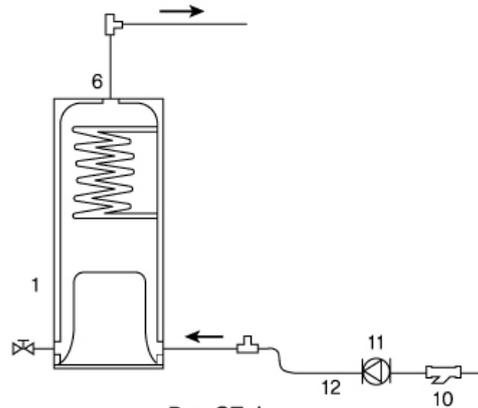

Рис.27.1.
1. Установка циркуляционного насоса. (Рис. 27.1.)
(Рис. 27.1.)